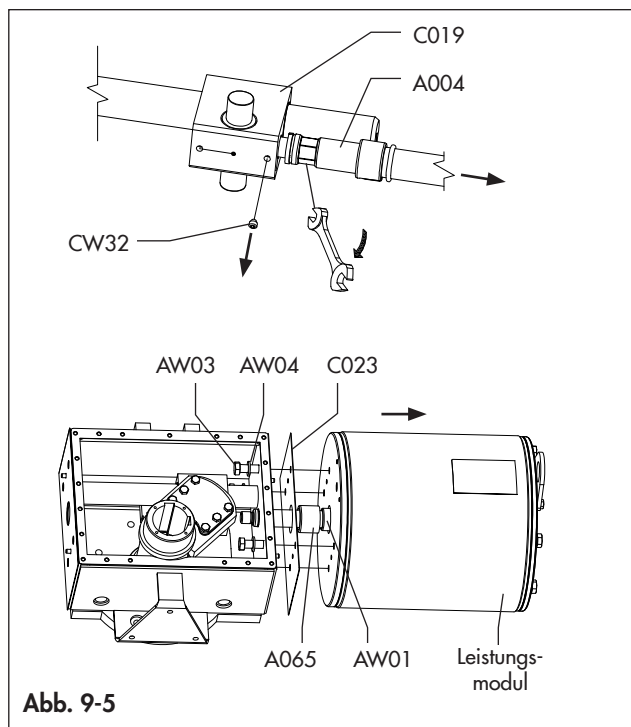

Abb. 9-5
- Entfernen Sie die Schraube (CW32) aus dem zentralen Gleitblock (C019), falls vorhanden. (Abb. 9-5)
Die Komponenten (AW01) und (A065), falls vorhanden, können sich dadurch lösen, da sie nicht fixiert sind. (Abb. 9-5)